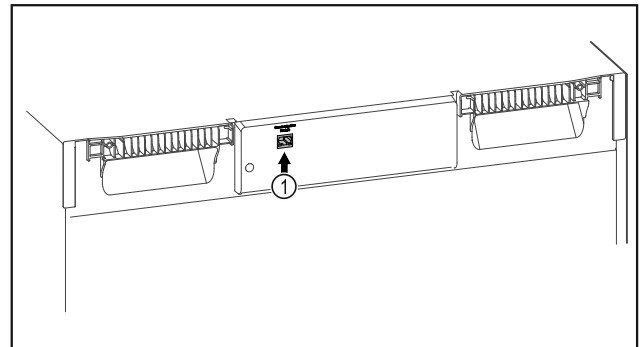

Fig. 112
- Założono SmartModule Fig. 112 (1).